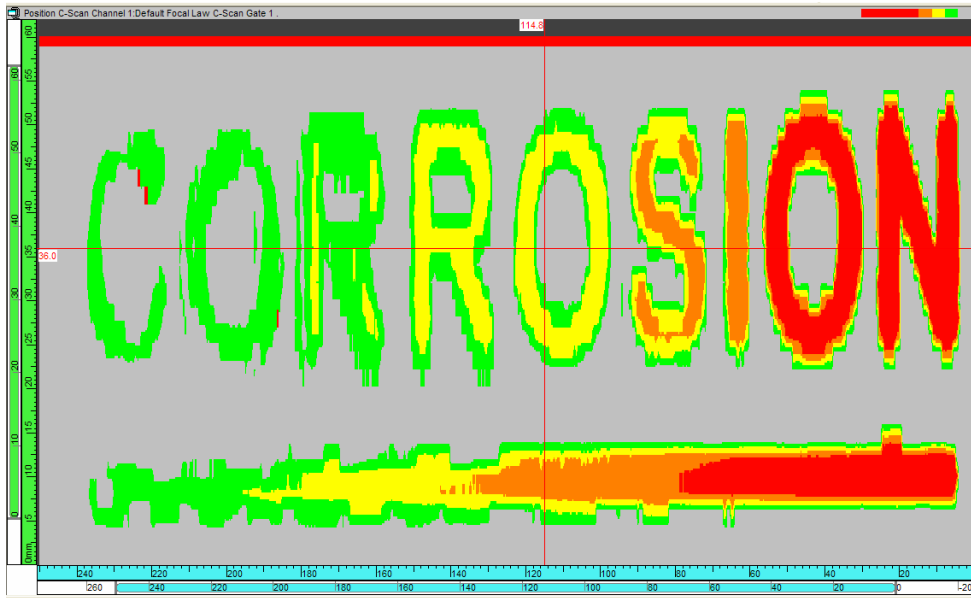

Abbildung 7-52 Korrosionsdarstellung an einem Prüfteil (Beispiel)
- a) Stellen Sie den oberen und unteren Cursor in der Farbpalette so ein, so dass die Cursorstellung der maximalen und minimalen Korrosionsdicke des Prüfteils entspricht (siehe Beispiel in Abbildung 7-52 auf Seite 410).
Die Teilfensteransicht des C-Bilds sollte jetzt die Korrosion des Prüfteils hervorheben, wie in Beispiel in Abbildung 7-52 auf Seite 410.